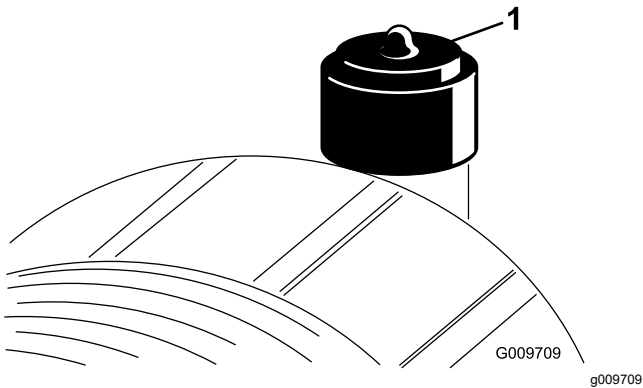

图 44
仅在维修指示灯 (图 44) 要求时才维修空气滤清器滤芯。如果是在必须更换之前才更换空气滤清器只会增加灰尘在滤清器拆下时进入发动机的几率。
2. 如果指示灯显示为红色请重设 (图 44)。